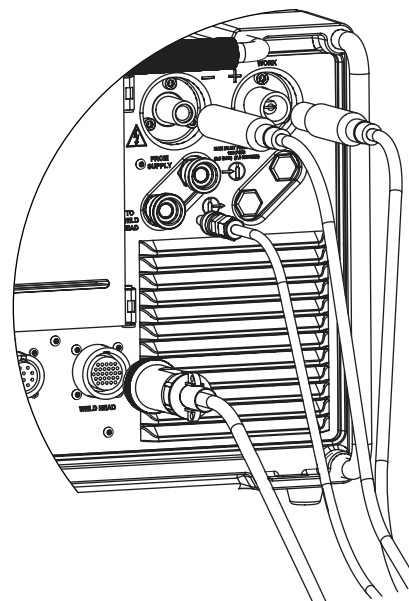

Fig. 8—Connexion de la tête de soudure à l'unité d'alimentation
1. Alignez l'encoche située sur le connecteur quart-de-tour de tête à souder avec la petite patte située dans la prise portant l'indication WELD HEAD de l'alimentation M200 (Fig. 8), puis insérez le connecteur dans la prise. Verrouillez le connecteur en effectuant un quart de tour dans le sens des aiguilles d'une montre. Un déclic audible indique que le connecteur est bien verrouillé. Cette connexion transmet les signaux de commande permettant d'actionner la tête à souder.
2. Branchez le câble d'adaptation de la tête de soudure à la prise de l'unité d'alimentation M200 portant l'indication WELD HEAD (TÊTE DE SOUDURE) (Fig. 8), puis vissez-le dans le sens des aiguilles d'une montre pour le verrouiller. Un clic indique que la connexion est verrouillée. Cette connexion fournit les signaux de commande permettant d'actionner la tête de soudure.